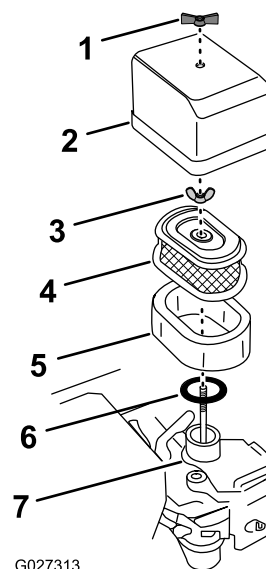

Figure 19
3. Essuyez le couvercle du filtre à air (Figure 19) pour le nettoyer.
4. Retirez l'écrou à oreilles qui fixe le couvercle du filtre à air au carburateur, et déposez le couvercle (Figure 19).
5. Sortez l'élément filtrant en mousse de l'élément filtrant en papier (Figure 19).
7. Retirez l'écrou à oreilles qui fixe l'élément en papier au carburateur (Figure 19).
4. Placez l'élément en mousse sur l'élément en papier (Figure 19).
1. Avec un chiffon humide, essuyez soigneusement les saletés présentes sur la base du carburateur et à l'intérieur du couvercle (Figure 19).
2. Vérifiez que le joint en caoutchouc est aligné et bien engagé sur la base de montage du carburateur (Figure 19).
3. Alignez l'élément filtrant en papier sur le carburateur et vérifiez que la tige de maintien du carburateur passe par la plaque supérieure du filtre (Figure 19).
4. Fixez le filtre au carburateur avec l'écrou à oreilles serré à la main (Figure 19).
5. Alignez le couvercle du filtre à air au-dessus des éléments filtrants en faisant passer la tige de maintien du carburateur par le couvercle supérieur (Figure 19).
6. Fixez le couvercle sur le moteur avec l'écrou à oreilles serré à la main (Figure 19).